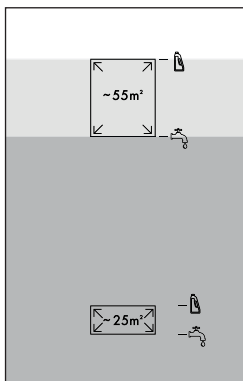

Afb. 7
- ♦ Draai het schoonwaterreservoir **11** om en schroef het deksel eraf (zie afb. 7).